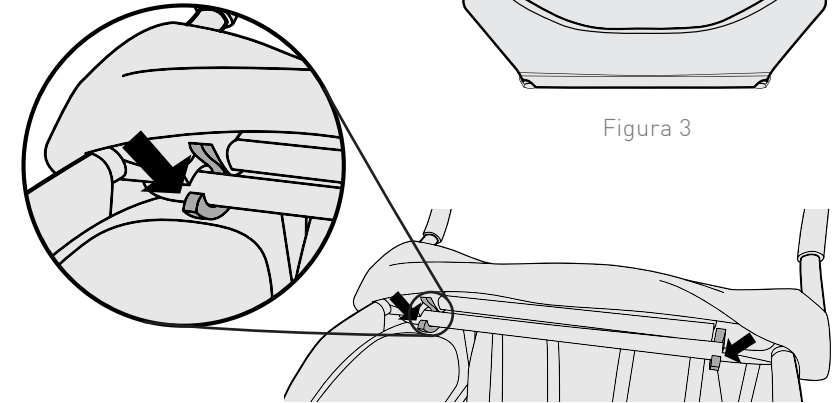

Figura 4
2. Desde la parte delantera del remolque, levante la cubierta, luego presione los pestillos amarillos de liberación y tire del marco trasero (Figura 4).